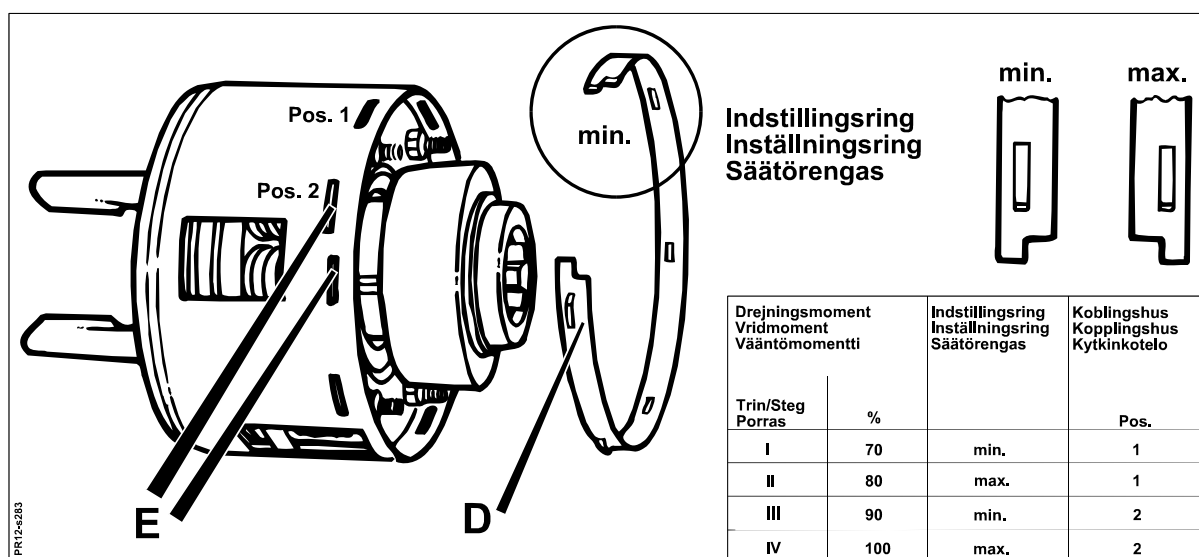

Fig. 5-4
**Fig. 5-4** Drejningsmomentet i friktionskoblingen er indstilleligt. De bør dog ikke ændre den indstilling, som fabrikken har sat, før De har kontaktet forhandleren eller fabrikkens serviceafdeling.